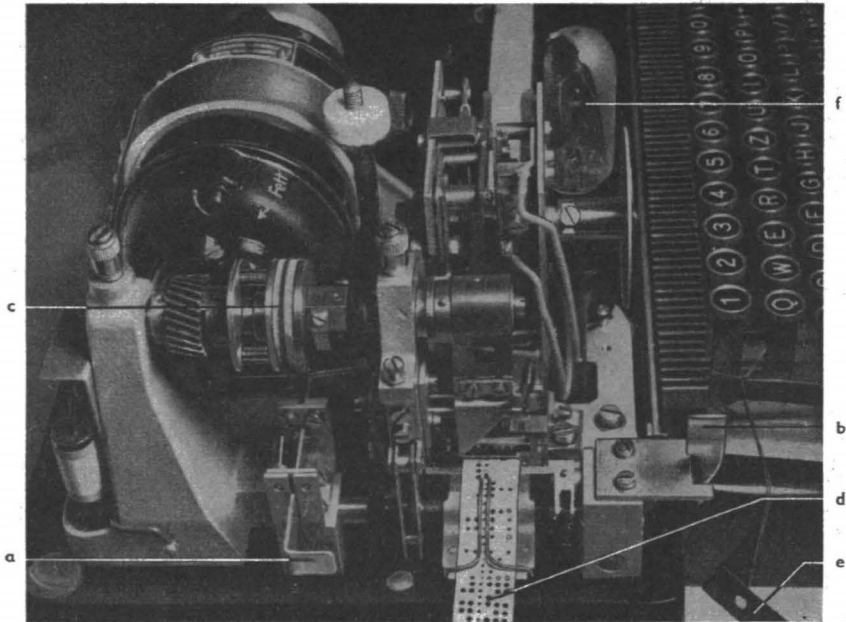

Bild 20
33. **Bedienung des Lochstanzers (Bild 20).**